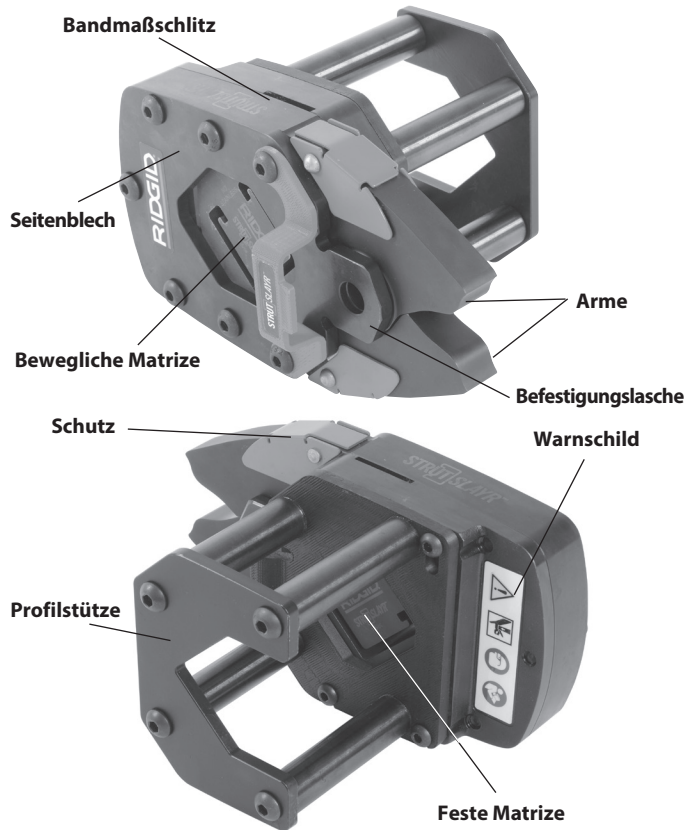

Abbildung 1 - STRUTSLAYR Scherkopf
- Ordnungsgemäßen Zusammenbau und Vollständigkeit (siehe *Abbildung 1*).
- Vorhandensein und Lesbarkeit des Warnaufklebers (wie in *Abbildung 1* dargestellt).